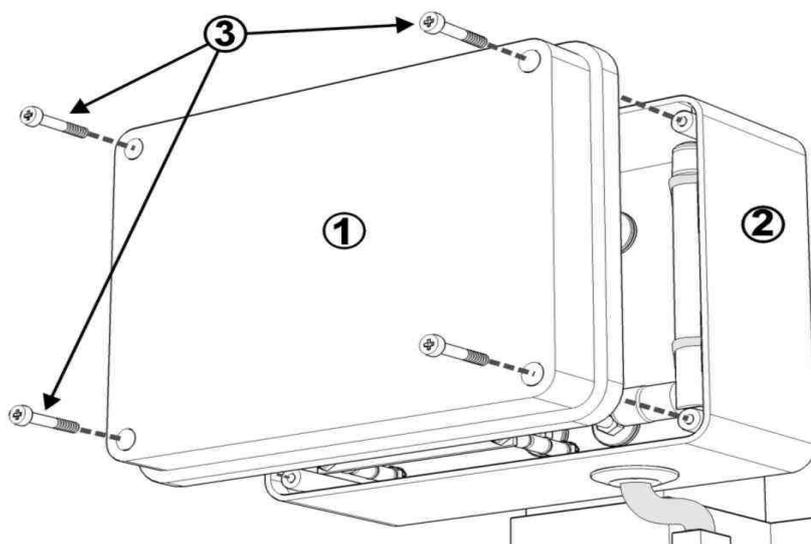
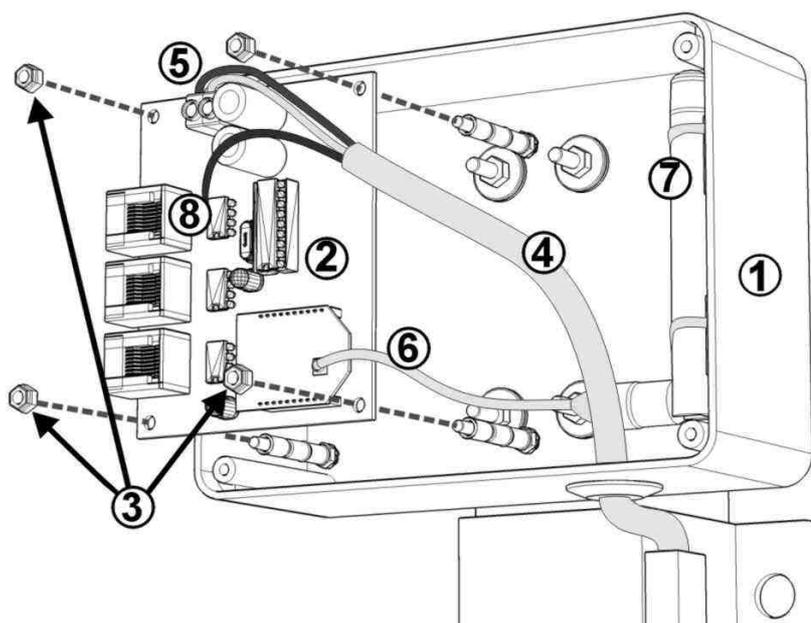

Fig. 4: Ouverture du couvercle
Fig. 5: Carte de commande
3. Ouvrir le couvercle du Récepteur Radio et observer le comportement du LED rouge du Récepteur Radio (Fig. 4 et Fig. 5):
2. Démontez le couvercle du Récepteur Radio en dévissant les 4 vis avant (Fig. 4).
3. Débrancher le câble de l'antenne du connecteur du module radio et dévissez les 3 fils d'alimentation des bornes avec un tournevis plat, en notant leur position (Fig. 5).
4. Dévisser les écrous de fixation et démonter la carte de commande de son emplacement (Fig. 5).